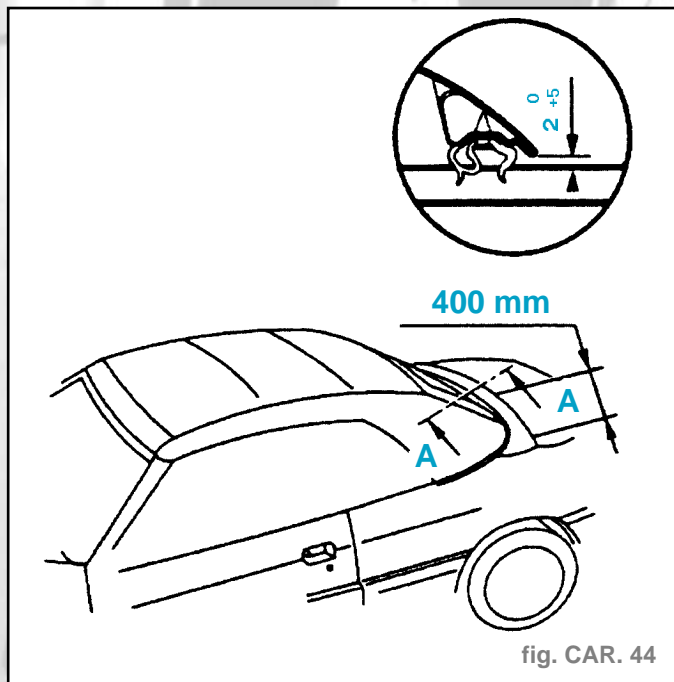

fig. CAR. 44
- Ce parallélisme ne doit pas dépasser **1,5 mm** sur **400 mm** de long avec un jeu de **2 mm +5/+0** (fig. CAR. 44).